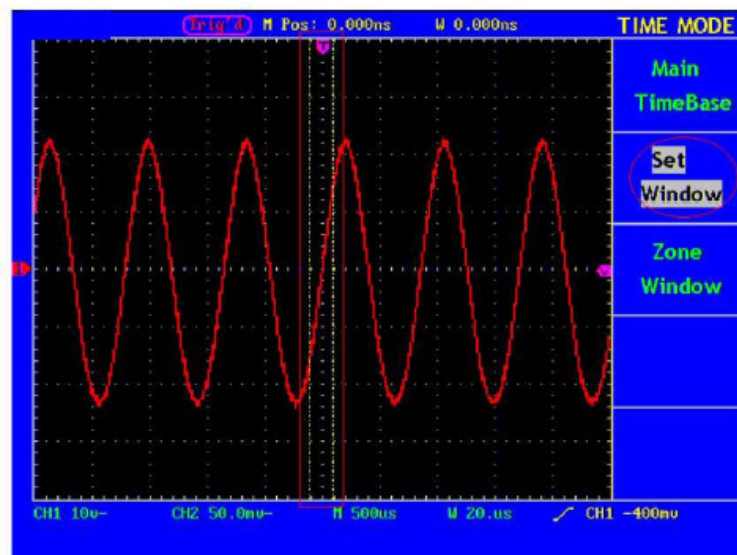

Abb. 34 Fenstereinstellung
Drücken Sie die Menüauswahl Taste **F2** und wählen Sie **Set Window**. Auf dem Bildschirm erscheinen zwei einen Ausschnitt definierende Cursor. In diesem Fall können Sie die Einstellknöpfe **HORIZONTAL POSITION** und **SEC/DIV** verwenden, um die Horizontalposition sowie die Größe dieses Fensters einzustellen (siehe Abb. 34).
5. Drücken Sie die Menüauswahl taste **F4** und wählen Sie **Field** bei Sync. Die Anzeige auf dem Bildschirm ist wie in Abb. 34 gezeigt.